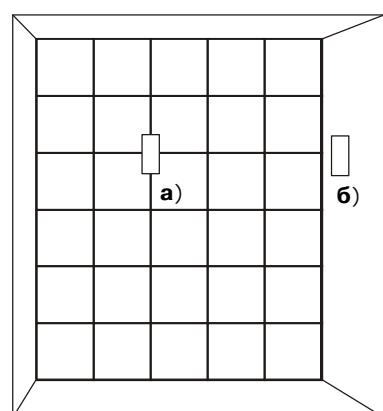

Рис.9 Защита стеклоблоков
- непосредственно на охраняемую стеклянную поверхность [рис. 9а)]. Для этого крепежное устройство удобно размещать в отверстии цементного шва, соединяющего стеклоблоки между собой, по методике установки извещателя на кирпичную или бетонную конструкцию;
- на примыкающую к охраняемой кирпичной, бетонной или стальной конструкцию [рис. 9б)] по соответствующей методике. Установку извещателя для охраны защитных стекол допускается производить либо на раму, в которой закреплено охраняемое стекло, либо на примыкающую к остекленному проему кирпичную, бетонную или стальную конструкцию по соответствующей методике.